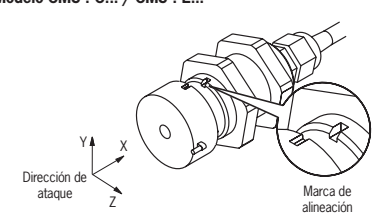

Fig. 1: Alineación de la cabeza de lectura y el actuador
La cabeza de lectura y el actuador pueden montarse en cualquier posición. Asegúrese de que ambos estén alineados (véase la Fig. 1).
- Sus superficies activas estén completamente enfrentadas cuando el resguardo esté cerrado (véase la Fig. 1).
- Si la velocidad de ataque entre la cabeza de lectura y el actuador es reducida y se está utilizando la unidad de evaluación CMS-E-BR, se recomienda evitar la dirección de ataque Z (véase la Fig. 1).